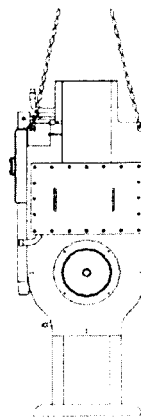

图 1-5 二件装机组起吊图（高温发生器）
- ①用绳索、吊钩和卸扣连接在四个起吊孔上(图 1-4, 图 1-5)
- ②先使蒸发-吸收器组件就位并调整水平。见就位并调整水平章节
- ③将高温发生器就位至蒸发-吸收器旁边
- ④对准需要连接的管路, 确认高温发生器、蒸发吸收器两者的系列号一致